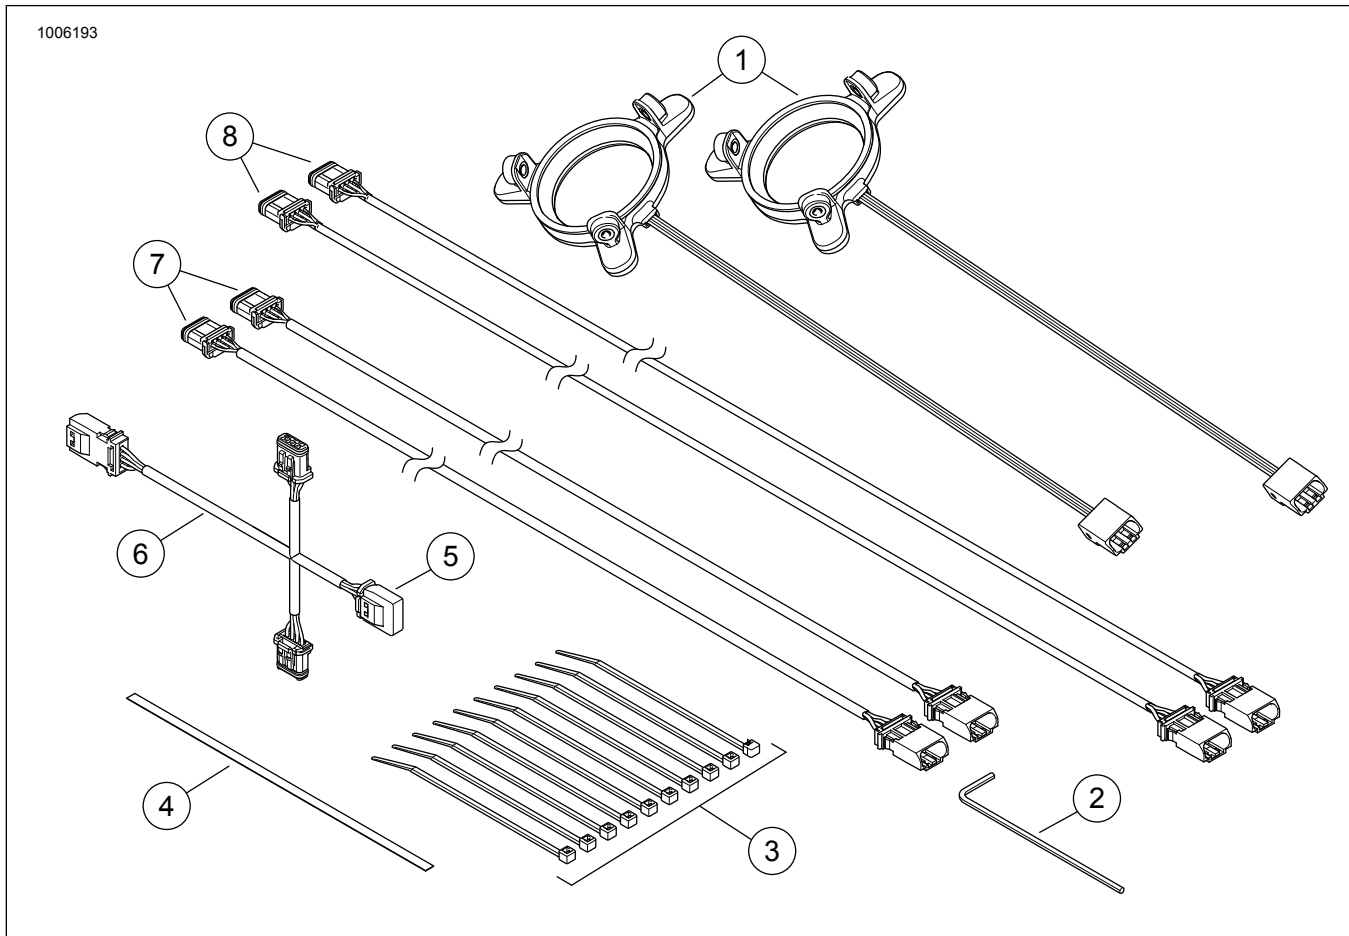

Figura 28. Piezas de servicio, kits de luces LED R/G/B/ del altavoz Stage II redondo
Consulte la Figura 28. y Tabla 1. Deslice la arandela aislante alrededor de 15 cm (6 pulg.) del extremo macho del arnés (10).
Consulte la Figura 28. y Tabla 1. Conecte y pase el arnés de 48 pulg. (12) desde el controlador LED R/G/B hacia los altavoces de la carrocería. Conecte el arnés de 3 vías (8) a la conexiones del altavoz.